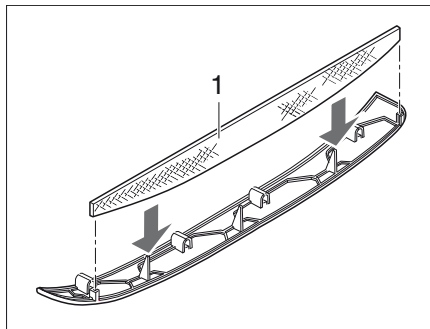
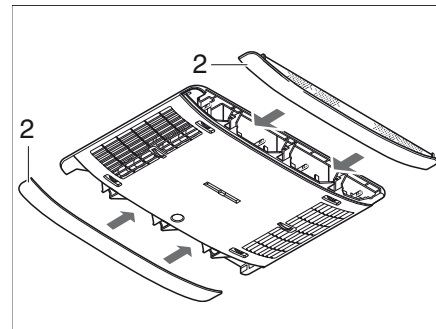

Bild 377 Luddfilter klimatanläggning
Bild 378 Paneler klimatanläggning
I panelerna (Bild 378,2) på sidorna finns två luddfilter. Luddfiltren måste rengöras regelbundet, dock minst var 6:e månad, och vid behov ska de bytas.
- Dra av panelerna (Bild 378,2) från luftspridaren och rengör luddfiltret (Bild 377,1) eller byt det vid behov.